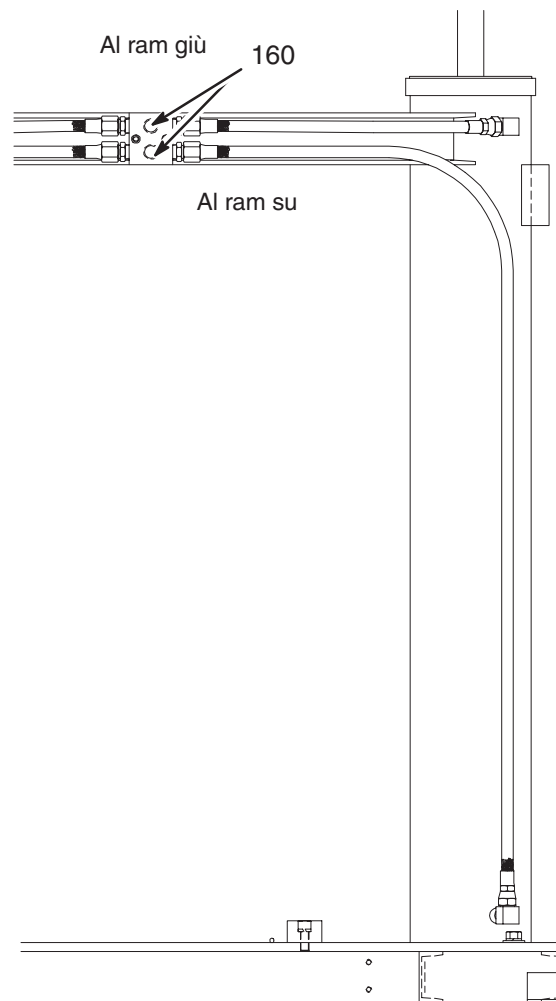
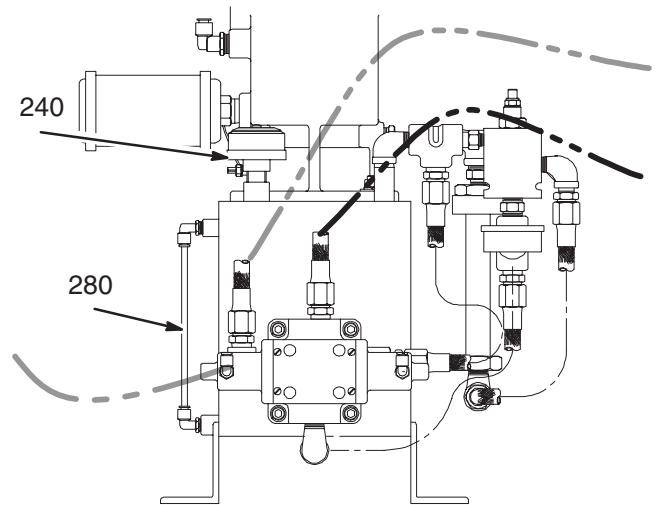

Fig. 25
Fig. 26
4. Tenere un contenitore pronto per raccogliere le perdite, quindi allentare le linee idrauliche dal collettore idraulico (160 nella Fig. 25).
6. Connettere un'alimentazione pneumatica regolata al foro inferiore (ram su) (160).
- a. di connettere di nuovo bene le linee idrauliche al collettore (160 in Fig. 25).
1. Assicurarsi di connettere di nuovo bene le linee idrauliche al collettore (160 nella Fig. 25).
2. Rimuovere lo sfiatatoio (240) dall'alimentazione idraulica.
4. Continuare a sollevare il ram mentre si osserva il livello di fluido nel manometro del fluido (Fig. 26).